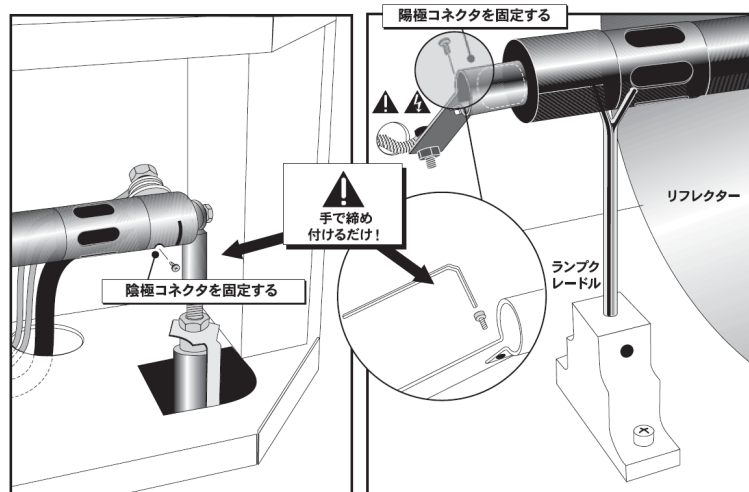

図 4.2 陰極(－)および陽極(＋)コネクタでのバルブ固定
**ステップ 6 ▶** 古いランプを取り外し、リフレクターを点検します。マイナス／陰極 (後部、7/64 インチ) およびプラス／陽極 (前部、3/16 インチ) ランプリフレクターからの位置決めねじを緩めます。これらのねじは図 4.2 に示されています。メモ: 必ず最小限のトルクを加え、石英管に圧力を加えないでください。プラスの陽極コネクタをランプの前部から慎重に外します。
3. マイナスとプラスの両側のランプコネクタにある位置決めねじを締め付けます (図 4.2)。